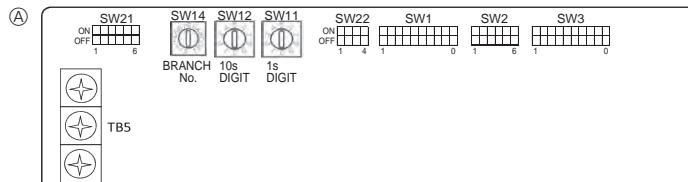

Fig. 4-6
4.5. Установка адресов (Fig. 4-6)
4.6. Установка переключателей при высоком потолке или при изменении числа выходов воздуха (Fig. 4-6)
4.7. Определение температуры в помещении встроенным датчиком пульта дистанционного управления (Fig. 4-6)